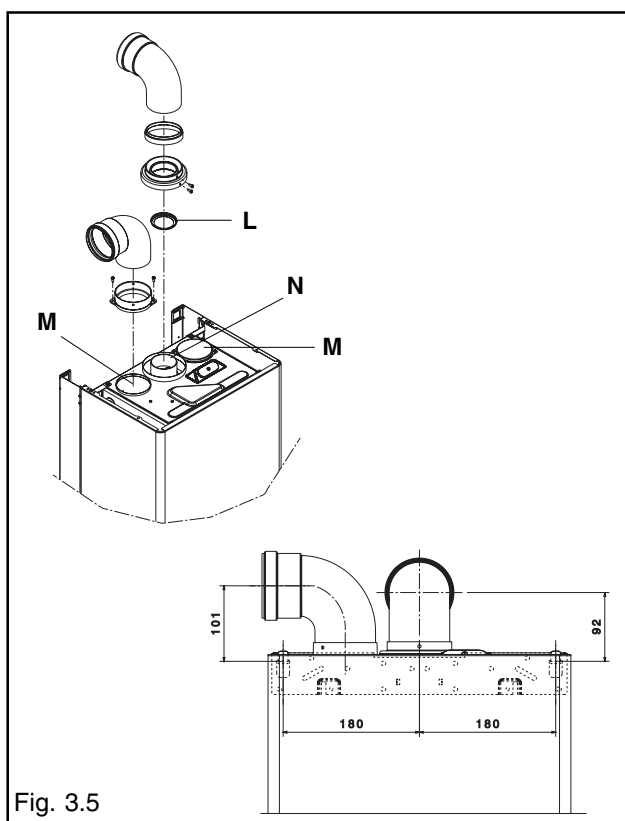

Fig. 3.5
Il condotto di scarico dei prodotti della combustione (N) è indicato in fig. 3.5.